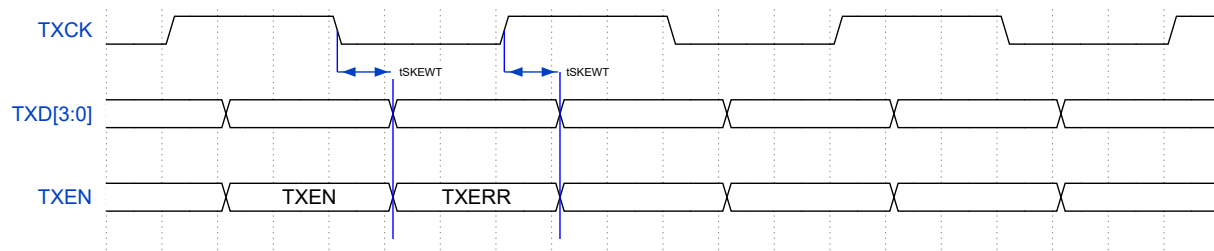
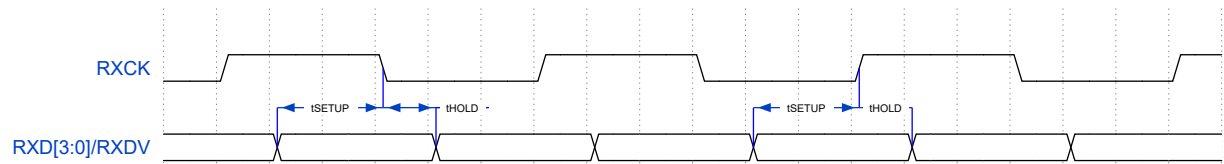

图 22: RGMII 发送信号时序图
图 23: RGMII 接收信号时序图
4.12.1.2 RGMII 接口 RGMII 接口对应时序如图 22,图 23和图 23。